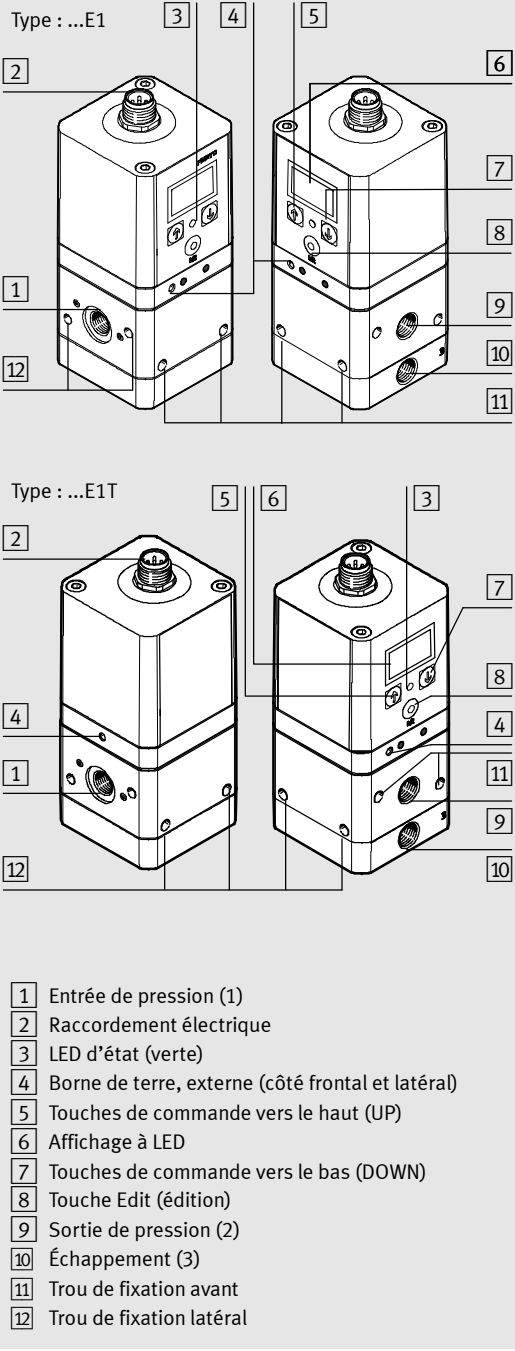

Fig. 1
- Introduire deux vis (M4) dans les perçages pour la fixation latérale **12** ou la fixation par l'avant **11** (voir Fig. 1), couple de serrage maximal : 2 Nm.
- Monter les tuyaux sur les raccords suivants (voir Fig. 1) :
- Entrée de pression (1) **1**
- Sortie de pression (2) **9**
- Au niveau de l'échappement (3) (pos. **10**), monter un silencieux ou réaliser une évacuation commune de l'air d'échappement.
- Utiliser la borne de terre (voir Fig. 1).